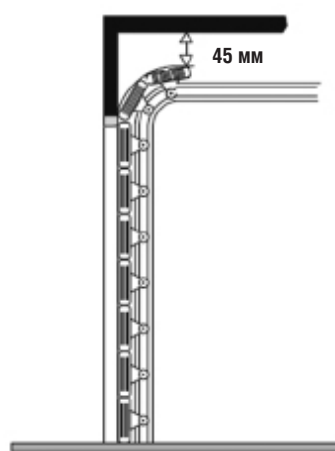

Рис. 1
- Убедитесь в том, что минимальный зазор между потолком и верхней точкой при движении ворот составляет не менее 45 мм (рис. 1).